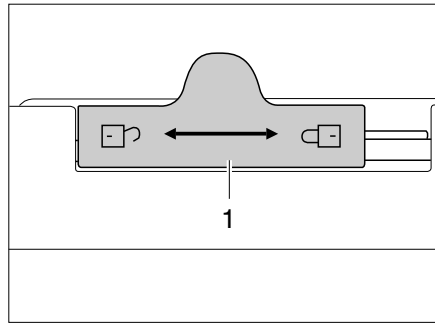

Bild 139 Verriegelung der Kühlschranktür (Dometic 7er-Reihe)
- Verriegelung (Bild 139,1) nach links "🔓" schieben.
- Verriegelung (Bild 139,1) ganz nach rechts "🔒" schieben.